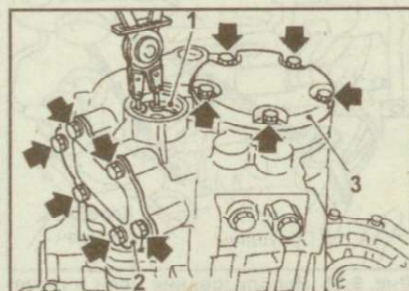

Рис. 9.34. Снятие стопорного кольца (1), боковой (2) и задней (3) крышек
2. Снимите стопорные кольца с оси шестерни передачи заднего хода (рис. 9.34).